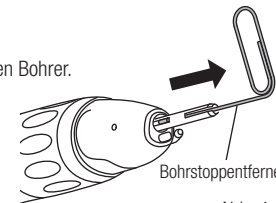

Abb. 4
2) Führen Sie den mitgelieferten Bohrstoppentferner in das Spannsystem. Ziehen Sie den Bohrstopp heraus, indem Sie in dessen Schlitz einhaken. (Abb. 4)